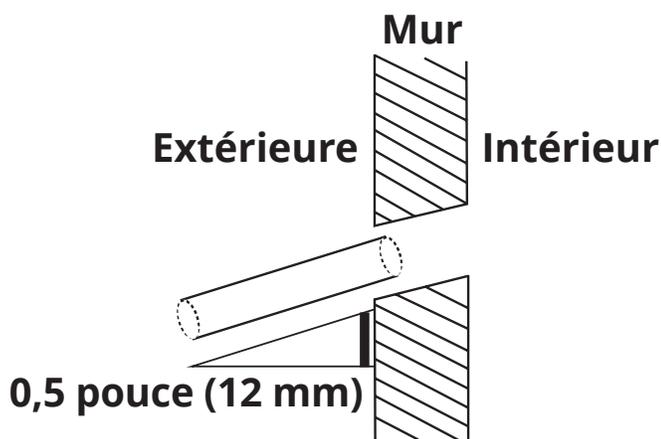

Figure 5.3
2. Ensuite, à l'aide d'une perceuse de 3,5 pouces (90 mm), percez un trou dans le mur pour permettre au tuyau de drainage d'être acheminé vers l'extérieur du bâtiment. Lorsque vous percez le trou, veillez à le percer avec un angle légèrement descendant, de sorte que l'extrémité extérieure du trou soit plus basse que l'extrémité intérieure d'environ 0,5 pouces (12 mm). Cela permettra d'assurer un bon drainage. Veuillez-vous référer à la **figure 5.3** ci-dessous à titre indicatif.